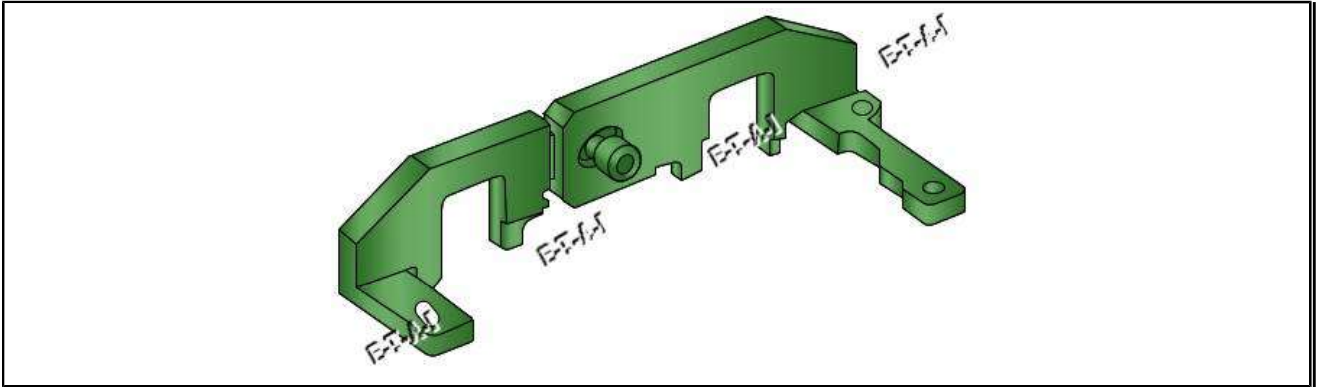

Fig.2
- Outil de distribution d'arbre à cames : (0109-2A) Fig.2